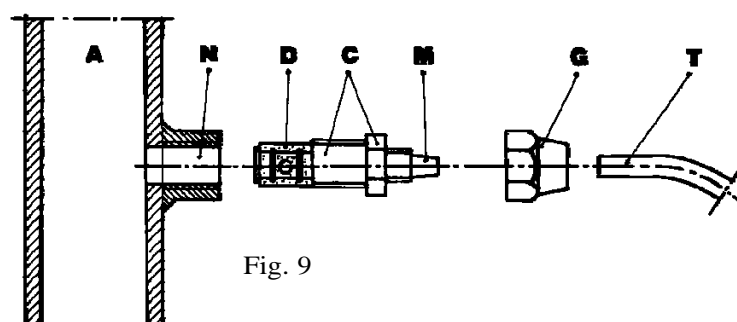

Fig. 9
h. Applicare sulla condotta dell'impianto da trattare, nel punto più idoneo per effettuare l'iniezione del prodotto da dosare, un raccordo da 3/8" gas femmina. Tale raccordo è escluso dalla fornitura. Avvitare la valvola di iniezione nel raccordo utilizzando come guarnizione del Nastro Teflon® (Fig. 9.) Connettere il tubetto all'attacco conico della valvola d'iniezione e bloccarlo con l'apposita ghiera G. La valvola di iniezione è anche valvola di non ritorno.
(fig.9)